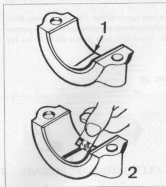

FIG. 29
- 2) Couper un brin de Plastigage de longueur adéquate et le poser sur le tourillon en évitant de le mettre sur un orifice du circuit de graissage (fig. 29, repère 1).
5) En s'aidant de l'échelle imprimée sur l'emballage du Plastigage, chercher quel segment de l'échelle a la même largeur que celle du brin aplati et déterminer le jeu correspondant (fig. 29, repère 2).